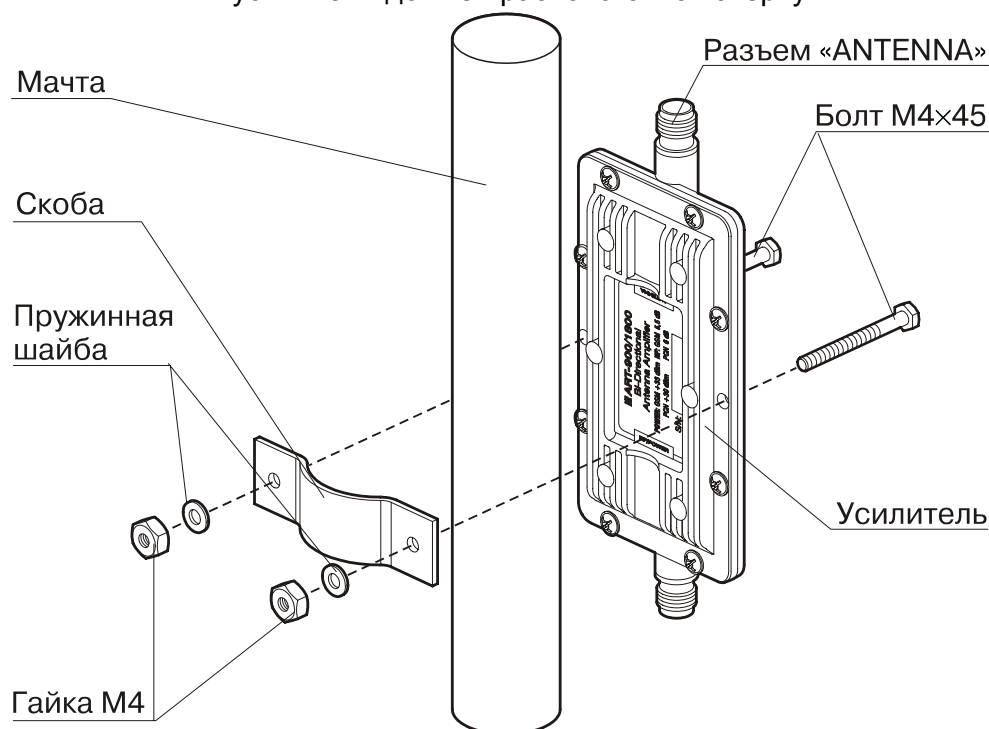

Рис.1
3. Укрепите усилитель на мачте возле выносной антенны, используя для этого скобу, болты M4×45 и гайки M4 (см. рис.1, вид сверху). Под гайки обязательно установите пружинные шайбы. Разъем «ANTENNA» усилителя должен располагаться сверху.